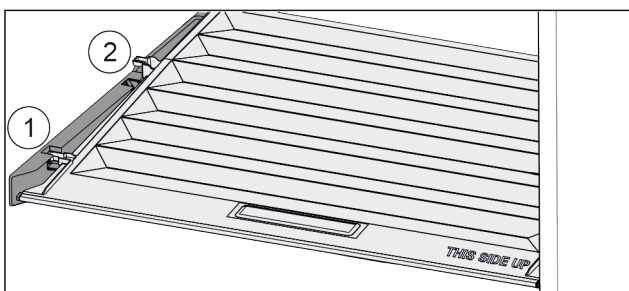

Fig. 97
- ▶ Poklopac do otvora u pridržnim dijelovima povucite prema naprijed Fig. 97 (1).
- ▶ Podignite ga odozdo sa stražnje strane i izvadite prema gore Fig. 97 (2).